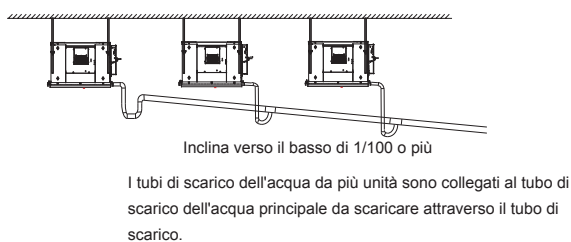
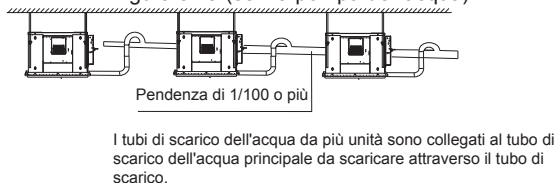

Figura 5.2a (senza pompa dell'acqua)
Figura 5.2b (with a water pump)
7. Installare i tubi di scarico dell'acqua come mostrato nella Figura 5.2a (senza pompa dell'acqua) e nella Figura 5.2b (con una pompa dell'acqua). L'uscita della tubazione di scarico dell'acqua non deve essere superiore all'altezza di scarico dell'acqua, garantendo una pendenza verso il basso superiore a 1/100.